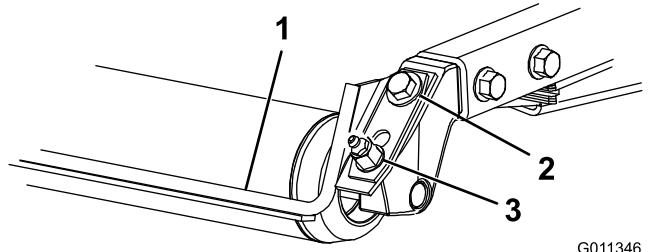

Figura 9
1. Desaperte o bocal de lubrificação e o parafuso de fixação (Figura 9).